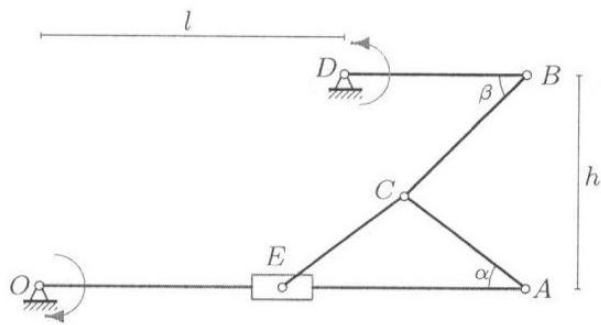

Рис. 5
**Задача 5.** В указанном положении механизма с двумя степенями свободы определить скорость муфты относительно стержня  $v_r$  (рис. 5).